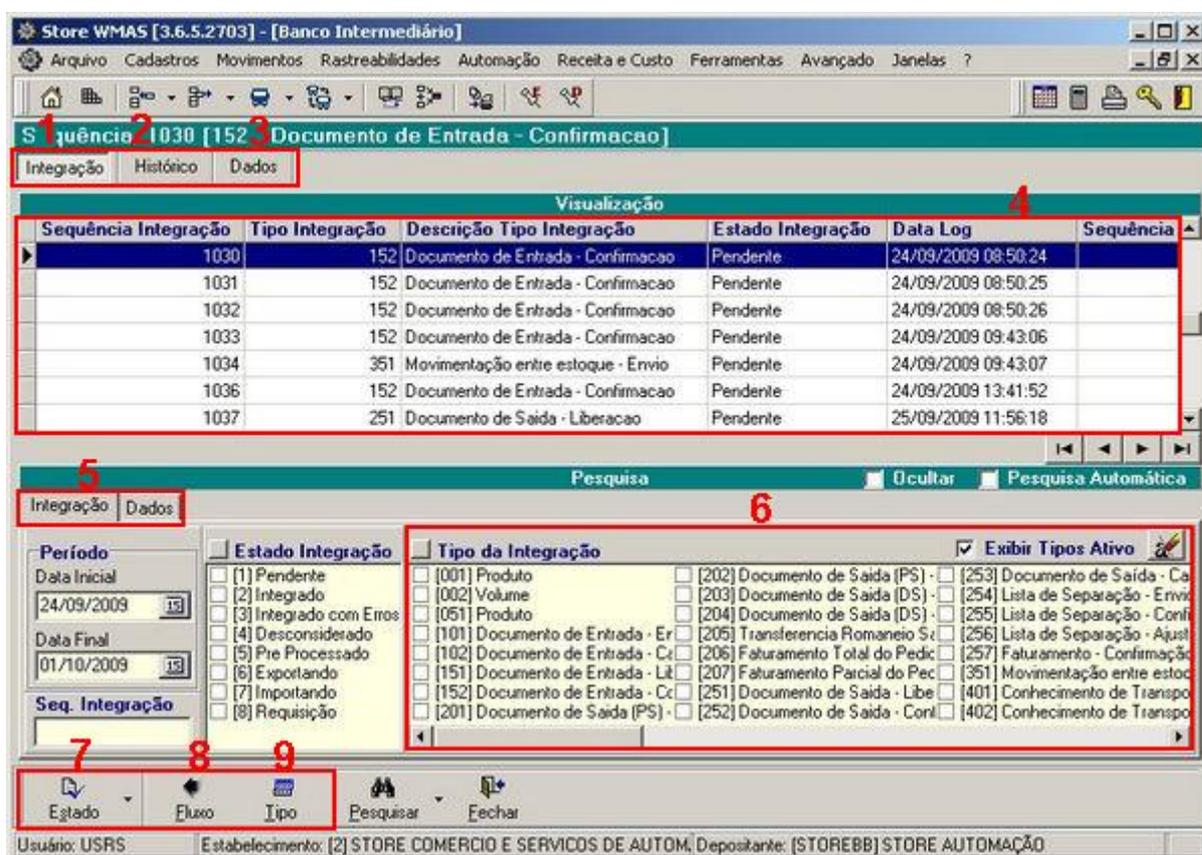
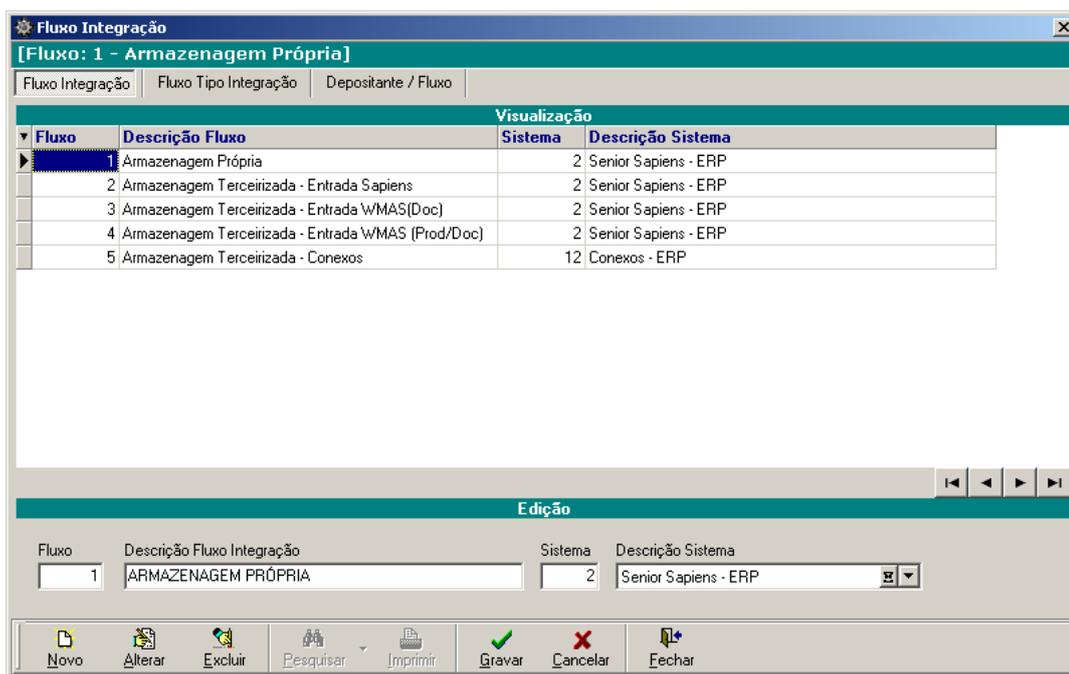
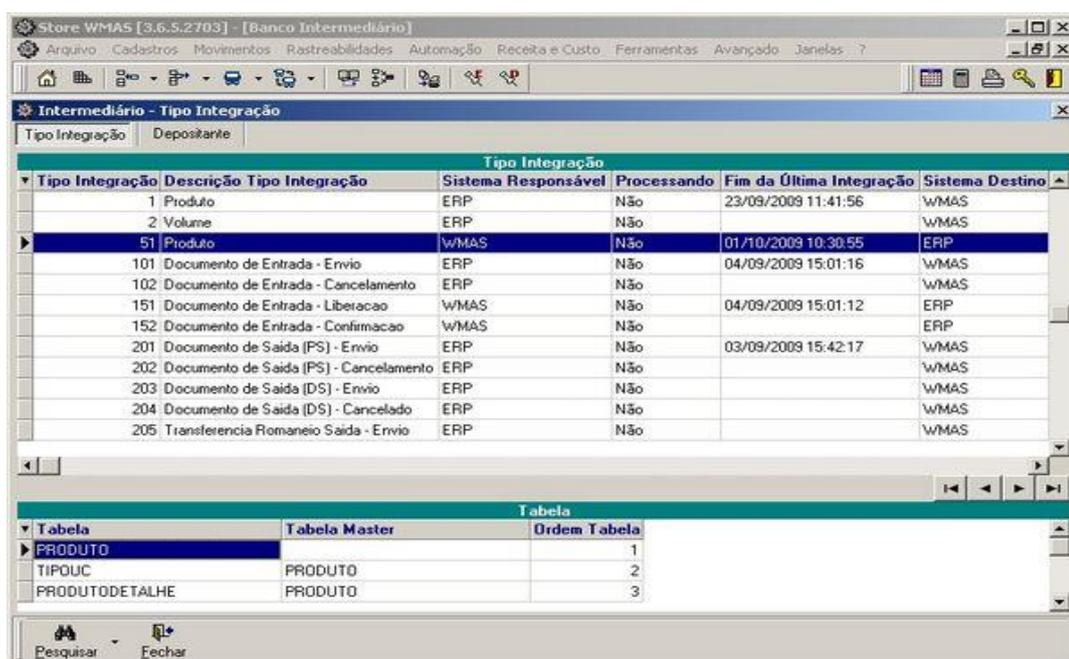

Figura 15
Figura 18
Figura 21
As integrações geradas são visualizadas no sistema **Store WMAS** na opção Banco Intermediário em - Menu Avançado > Banco Intermediário > Guia Integração (Figura 15 - Item 4).
Nesta opção (figura 15), a **guia “Integração”** (1) permite visualizar todas as integrações que foram ou que serão realizadas banco a banco através do **Store Oralnt**.
Estado: Este botão (7 na figura 15) de manutenção permite que seja alterado o estado da integração selecionada. Para isso, basta clicar sobre a seta localizada no botão para que seja exibido o seguinte menu (figura 17):
Fluxo: Este botão de manutenção (8 na figura 15) permite que seja exibida a janela de *Fluxo de Integração* (figura 18), onde é possível definir qual sistema estará integrado ao sistema **Store WMAS** para todos os tipos de fluxos de armazenagem disponíveis.
A guia "Fluxo Integração" (figura 18) exibirá os fluxos de integração, sendo que alguns são padrões do sistema e não podem sofrer manutenção. Caso o usuário deseje alterar um fluxo cadastrado, basta escolher o botão de manutenção *Alterar*. Para criar um novo fluxo, basta escolher o botão de manutenção *Novo* e informar os campos descritos a seguir:
Tipo: Este botão de manutenção (9 na figura 15) permite que seja exibida a janela de *Intermediário - Tipo Integração* (figura 21), onde é possível visualizar o fluxo de todas as integrações e especificar os estabelecimentos e depositantes que utilizarão o tipo de integração selecionado.
A *guia "Tipo Integração"* (figura 21) estará exibindo todos os tipos de integrações com informações de início e fim da última integração realizada e o sistema que emitiu e recebeu cada tipo de integração. Também serão exibidas as tabelas do sistema que fazem parte do tipo selecionado.
Sim. Para isso será necessário primeiramente cadastrá-lo na opção Banco Intermediário em Menu Avançado > Banco Intermediário > Guia Integração > Botão de Manutenção “Fluxo” > Guia Fluxo Integração (figura 18). Após cadastrado, será possível selecionar este fluxo de integração para o estabelecimento na opção Parâmetros do Estabelecimento em Menu Avançado > Parâmetros do Estabelecimento > Guia Parâmetros (figura 12).